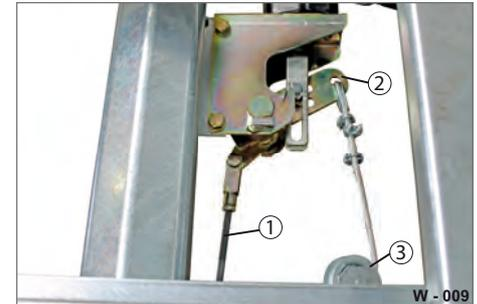

Abb. 9 Übertragungs-Mechanik
- ▶ Umlenkrolle (Abb. 9/3) sowie Reib- und Lagerstellen mit Fett einschmieren.